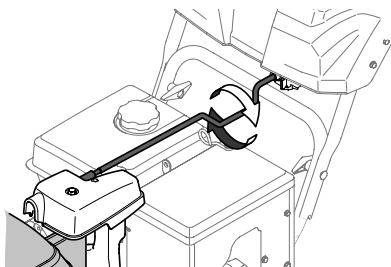

Figura 62
4. Tome la porción indentada de la varilla de control del canal y gire el conjunto del canal manualmente hacia la derecha o hacia la izquierda (Figura 62).